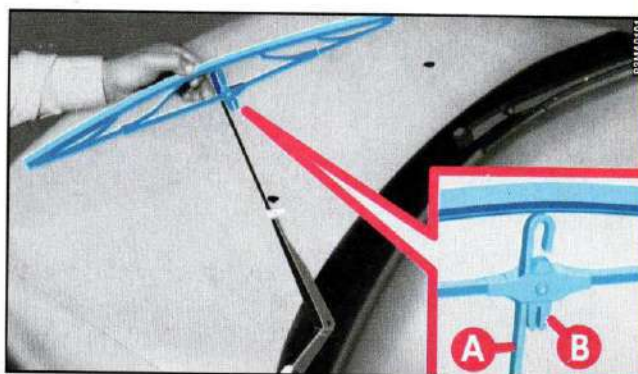

fig. 32
1) Sollevare il braccio **A**-fig. 32 del tergicristallo e posizionare la spazzola in modo che formi un angolo di 90° con il braccio stesso.